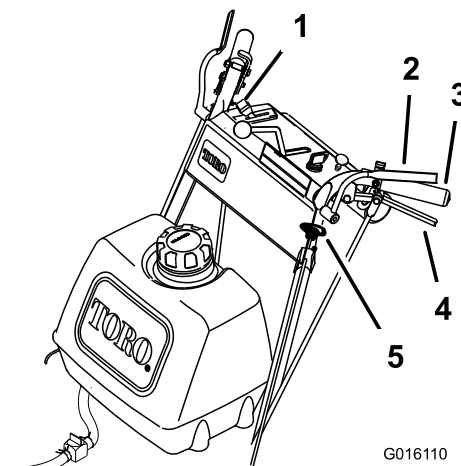

Figure 12
- Pour engager les lames, serrez les leviers de commande de présence de l'utilisateur (OPC) contre les poignées (Figure 12).
- Poussez le bouton de commande des lames (PDF) vers le bas en position arrêt (Figure 12).
- Le moteur sera coupé et les lames s'arrêteront si vous relâchez les leviers de commande de présence de l'utilisateur (OPC) (Figure 12) quand le levier de commande des lames est engagé.